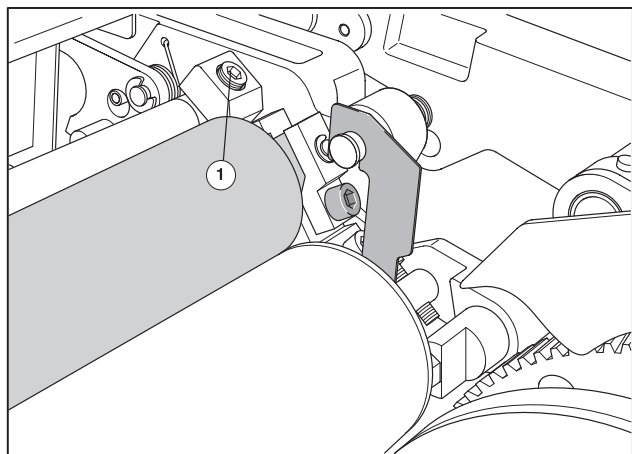

Рис. 19 Установка ширины полос краски между накатным валиком увлажнения и погружным валиком
- ④ Поворачивайте резьбовой штифт (Рис. 19/①) до тех пор, пока ширина полос краски не установится в пределах от 1 до 1,5 мм. - вращение вправо: более широкие полосы краски; вращение влево: более узкие полосы краски.